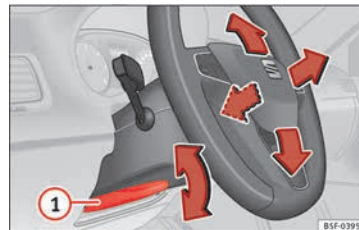

Fig. 20 Palanca en la parte inferior del lateral izquierdo de la columna de dirección.
- Ajustar la posición del volante: tire de la palanca » **fig. 20** **1** hacia abajo, mueva el volante hasta la posición deseada y vuelva a subir la palanca hasta el punto de cierre.